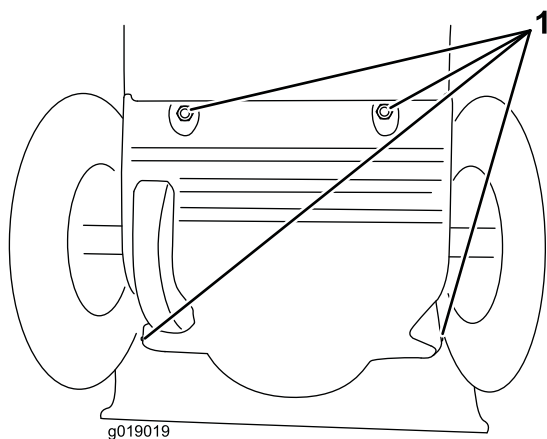

Рисунок 34
3. Снимите заднюю крышку (**Рисунок 34**).